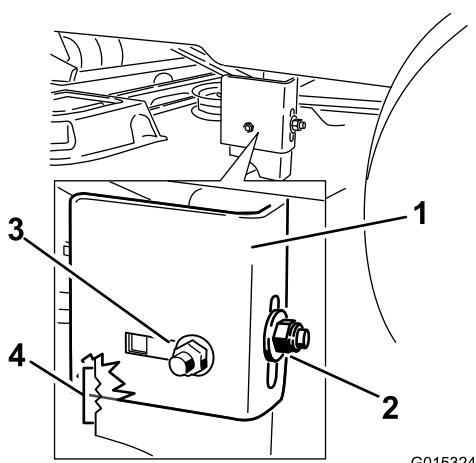

Figure 51
- Desserrez l'écrou de blocage arrière sur le support (Figure 51).
- Desserrez l'écrou de blocage latéral sur le support jusqu'à ce qu'il soit possible d'ajuster le support (Figure 51). Utilisez les fentes du support soudé pour mesurer
- Arrêtez le tablier de coupe et vérifiez sa hauteur, puis serrez l'écrou de blocage latéral sur le support pour fixer cette nouvelle position (Figure 51).